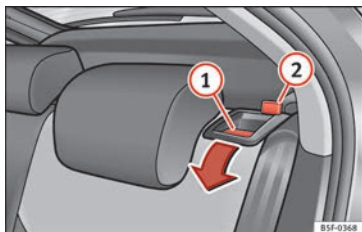

Bild 150 Ryggstödet frigöringsspak
- Dra frigöringsspaken » **bild 150 ①** i pilens riktning.
- Fäll upp ryggstödet tills det låser sig i upprätt läge » **⚠**. När ryggstödet är korrekt fastsatt ska den röda markeringen på fliken » **bild 150 ②** inte längre vara synlig.